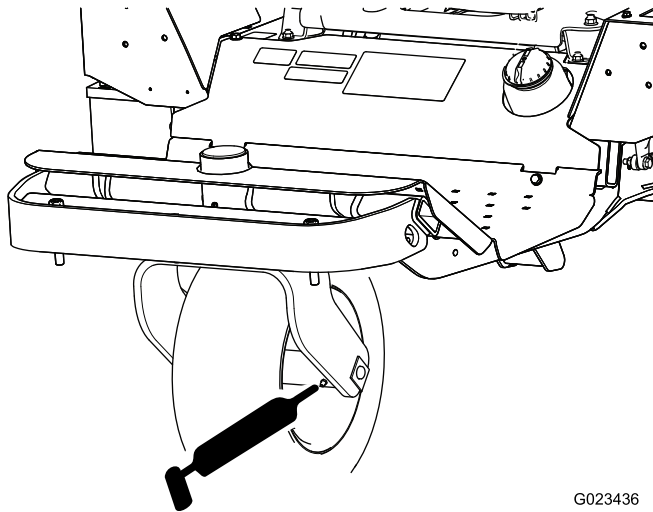

Figure 34
- Roulement de roue avant (1) – Figure 34